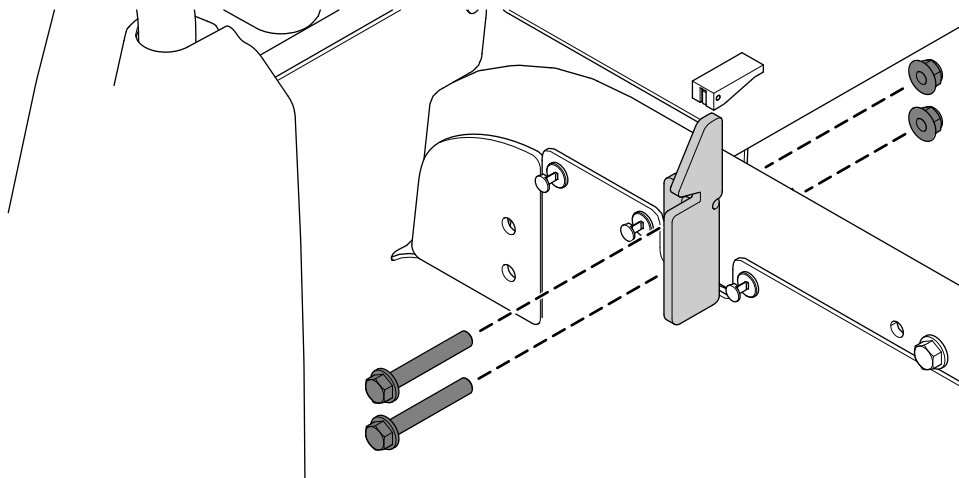

図 5
6. 左右のフレームチューブから、ラッチ2個、フランジヘッドボルト $\frac{3}{8}$ " x 2 $\frac{1}{2}$ "4本、フランジナット $\frac{3}{8}$ "4個を外す 図 5。